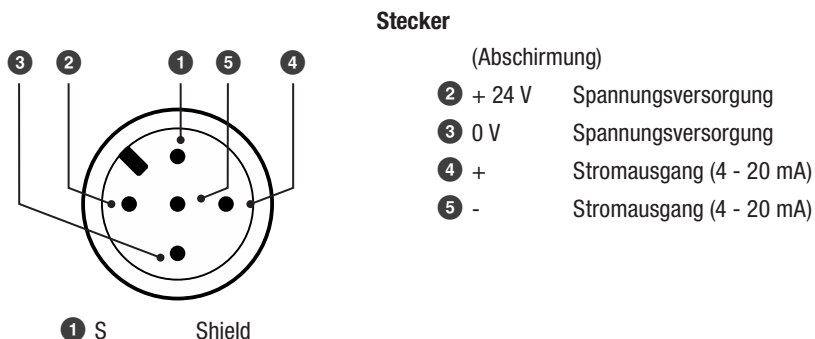

Fig. 9
5. Demontieren Sie die Kabelverschraubung ❸ und die Zugentlastung ❷ vom Steckeroberteil ❸.
6. Ziehen Sie das Kabel durch die Kabelverschraubung ❸ und das Steckeroberteil ❸ und belegen Sie die Klemmen der Anschlussplatte ❹ gemäß Anschlussplan. **Fig. 9**
7. Drücken Sie die Anschlussplatte ❹ in das Steckeroberteil hinein und richten Sie das Kabel aus.
8. Fixieren Sie das Kabel mit der Zugentlastung ❷ und der Kabelverschraubung ❸.
9. Setzen Sie den Deckel ❷ auf und stecken Sie die Schraube ❶ durch.
10. Stecken Sie das Steckeroberteil auf die Niveauelektrode auf und schrauben Sie es mit der Schraube ❶ fest.